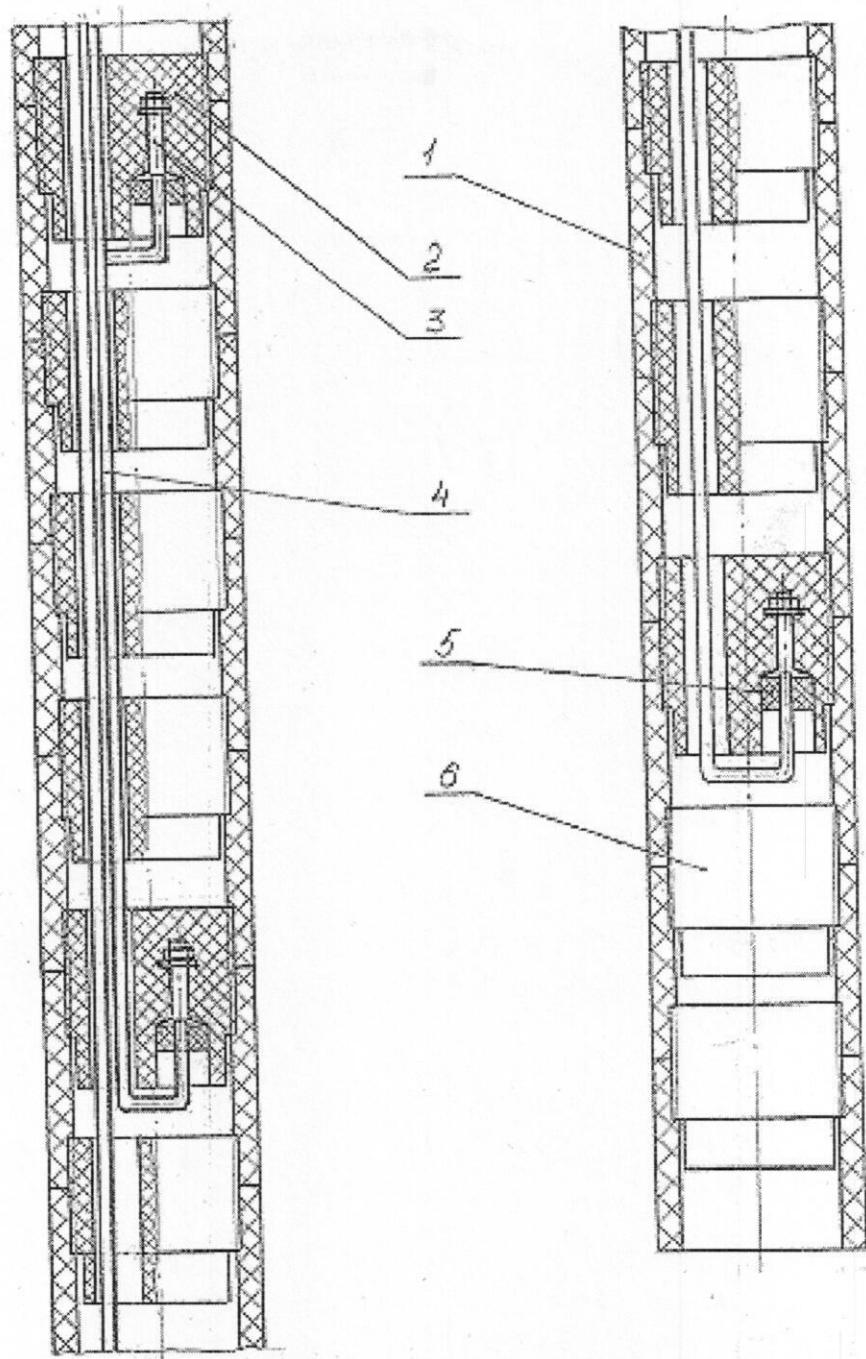

Рис.4. Конструкция вертикального заземлителя длиной до 30 м
3.5. Вертикальный заземлитель длиной до 30 м (или секция горизонтального заземлителя длиной до 60 м, состоящего из двух секций длиной до 30 м каждая представлен на рис.4 и содержит до 3 активных соединителей-токовводов, расстояние между которыми составляет до 10 м.